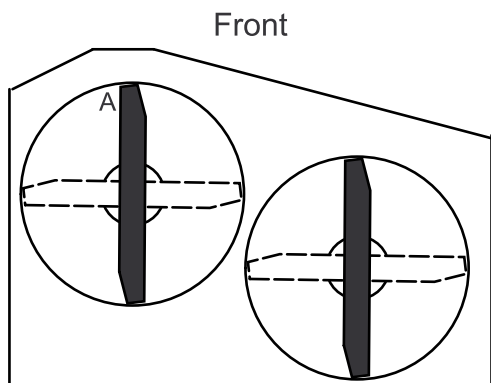

Figura 59
**Nota:** Meça no local A e numa superfície nivelada à extremidade de corte das pontas das lâminas (Figura 59).